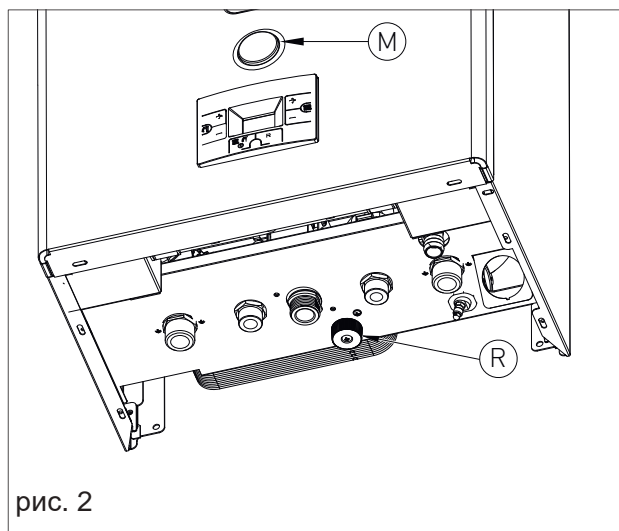
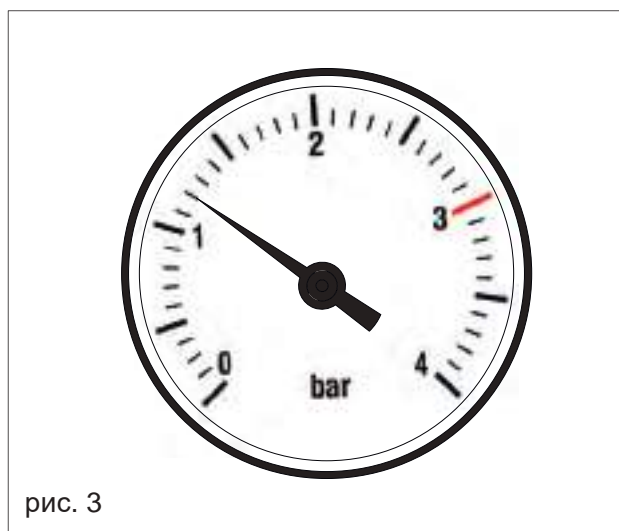

рис. 2
рис. 3
Для правильного размещения оборудования следуйте указаниям ниже (см. рис. 2):
3. Откройте подпиточный кран R (рис. 2);
4. При помощи манометра М (рис. 2) убедитесь, что давление в системе достигает 1,2 бар (рис.3);
5. После выполнения этой операции убедитесь, что подпиточный кран R (рис. 2) плотно закрыт.
8. Если после выполнения этих операций вы обнаружите, что давление воды в системе понизилось, снова откройте подпиточный кран R и дождитесь, пока манометр не покажет значение давления 1,2 бар (рис. 3).